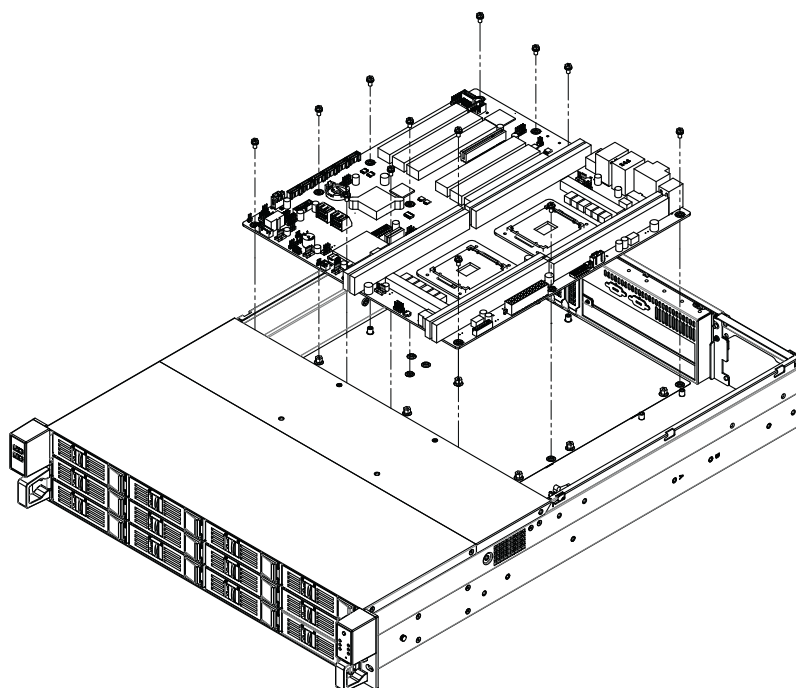

Figure 2.4 Installing a motherboard/ 安裝母板 / 安裝主機板
2. Attach the motherboard I/O shielding onto the rear plate first. Then fasten the motherboard onto the chassis (see Figure 2.4).
2. 将主板的 I/O 屏蔽衬垫放在后面板上，然后把主板固定在机箱上（如图 2.4 所示）。